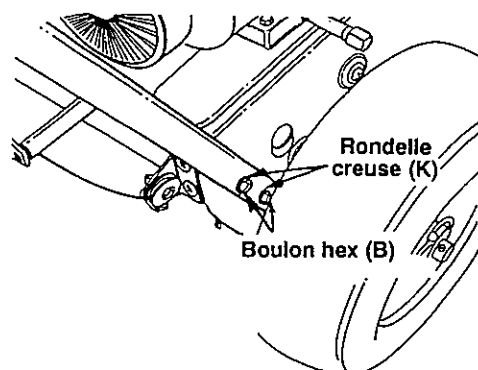

FIGURE 4
- Posez le guidon inférieur par terre, alignez les trous inférieurs des guidon avec les trous inférieurs des côtés du cadre et maintenez en place avec des boulons hex. (B) et des rondelles creuse (K). Voir la figure 4. Ne serrez pas encore.
- Relevez le guidon inférieur et alignez les trous supérieurs des guidon avec les trous qui restent dans le cadre. Maintenez en place avec des rondelles- creuse (K) et des boulons hex. (B). Voir la figure 4.